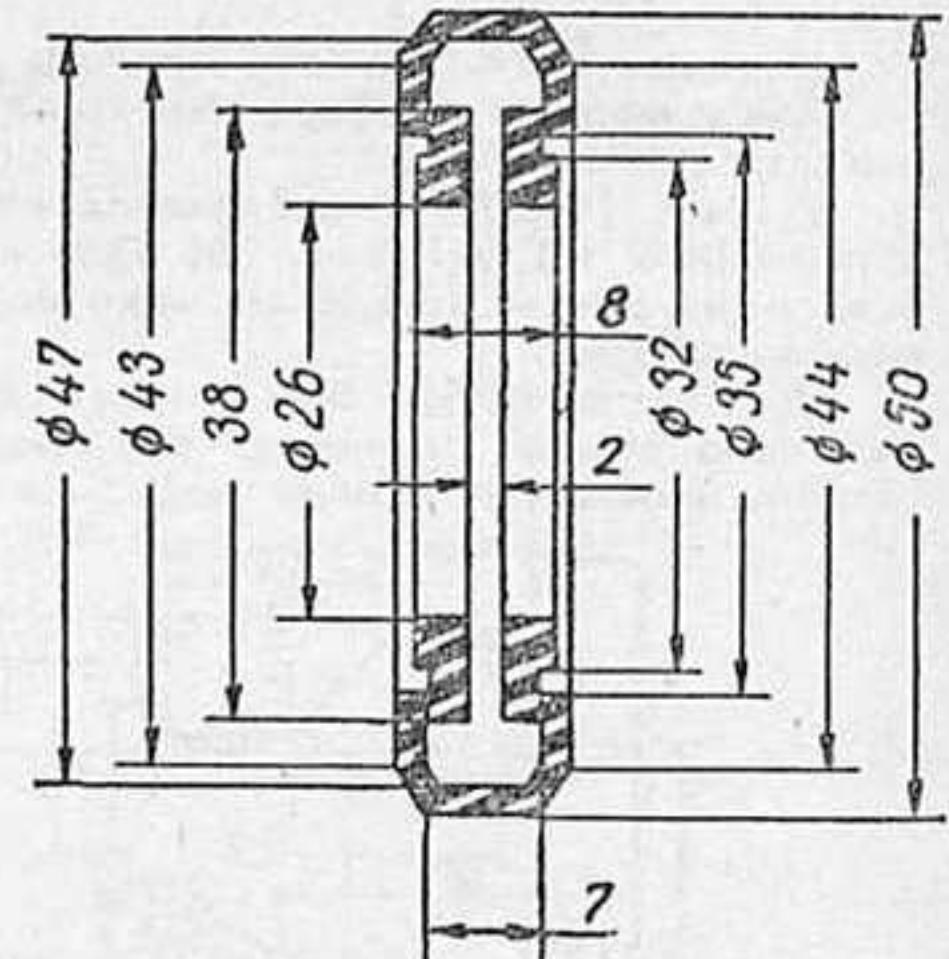

Рис. 43, дет. 5сб-7
**Шин (5сб-7)** (рис. 43) — 4 шт. Они изготавливаются из сырой резины путем вулканизации.